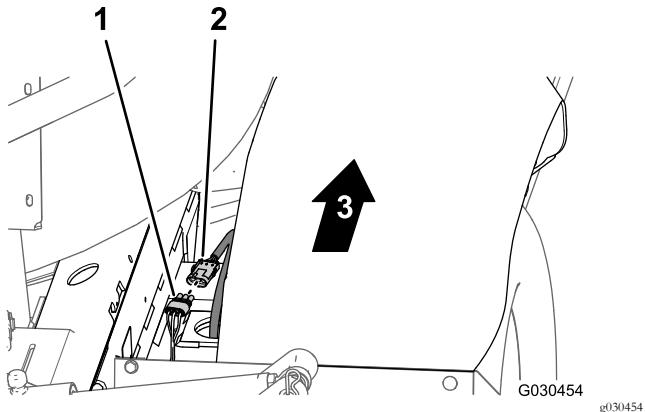

Figura 21
- Nella parte posteriore della macchina (tra il tubo del telaio di destra e il parafango destro), scollegate il connettore a 3 pin del cablaggio del sensore di velocità nel motore di trazione idraulica destro dal connettore a 3 prese del cablaggio preassemblato posteriore (Figura 21).